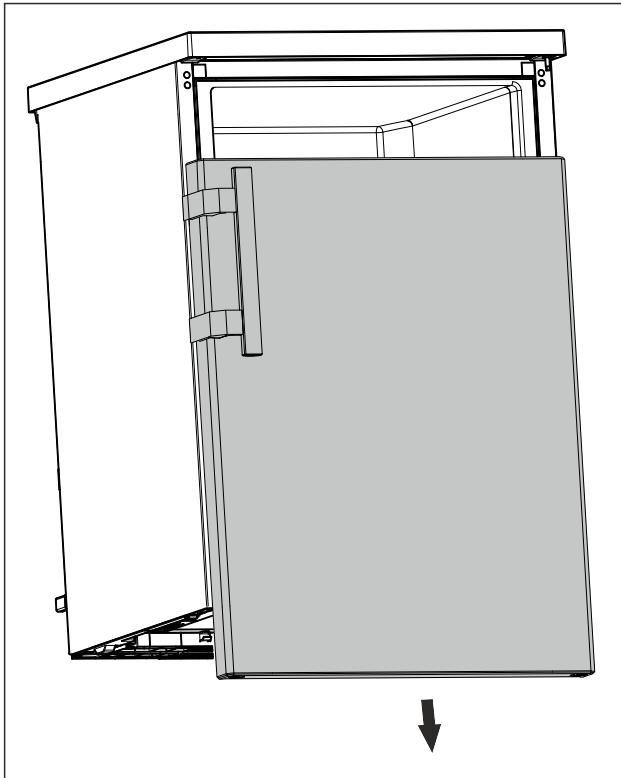

Fig. 16
- ▶ Sejměte dvířka směrem dolů. (viz Fig. 16)